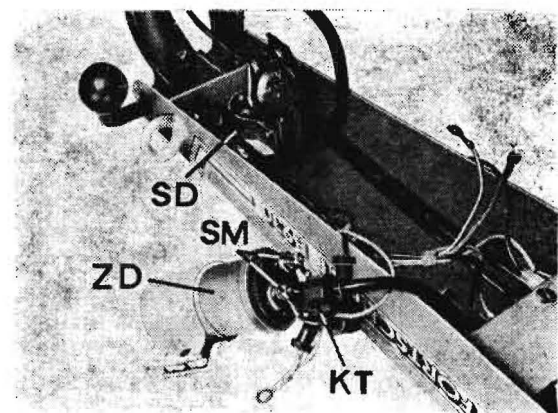

Bild 10/2
5. Zündspule (ZD) herausnehmen
7. Sechskantmutter (SM) lösen
9. Kabeltülle (KT) abschrauben (Bild 10/2)
1. Die drei Zylinderblechschrauben an der Steckdose (SD) lösen
3. Steckdose (SD) abnehmen (Bild 10/2)